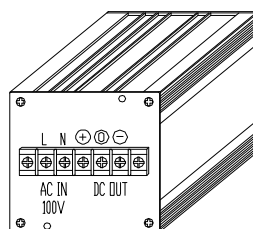

図1.1 取り付け方法
- (1) 入力 :AC 90 ~ 110 [V]
- (2) 出力 :定格出力
- (3) 取付方法 :図1.1に示す